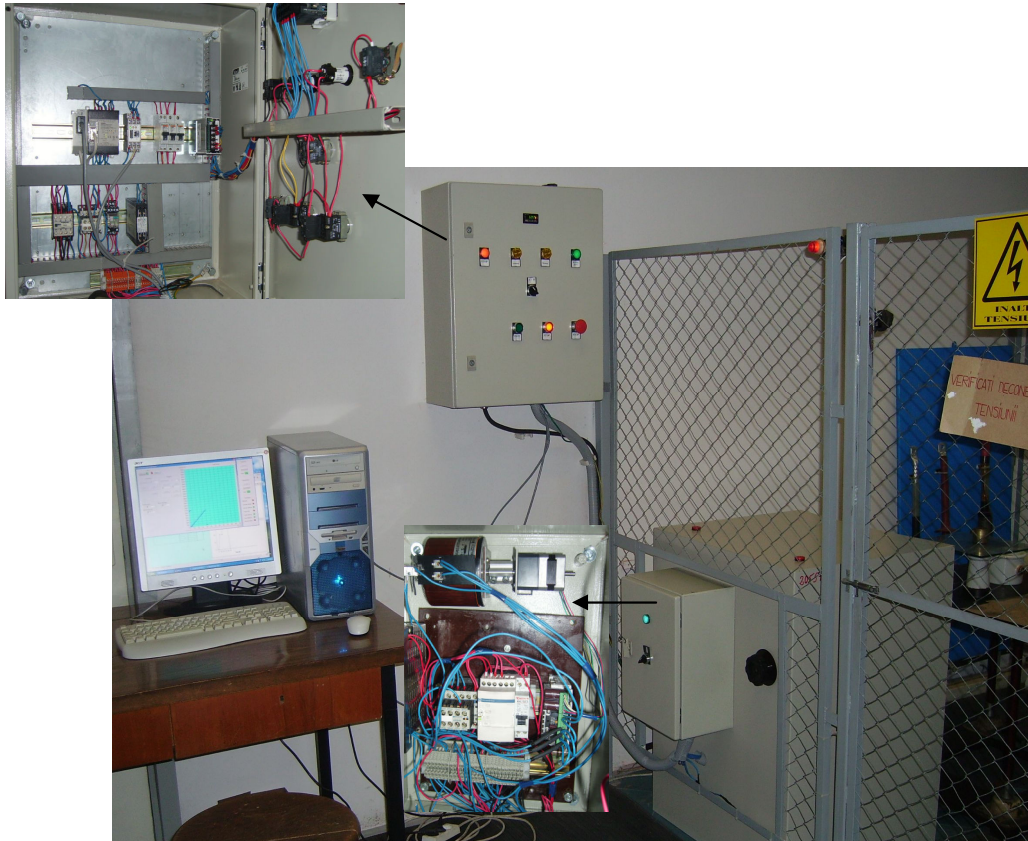

Fig. 2. Instalatie automata de determinare a rigiditatii dielectrice si de solicitare a izolatoarelor in campuri electrice intense
Montajul contine un transformator ridicaritor de tensiune TIT care asigura o valoare maxima $U_{s,max} = U_{sn} = 60 \text{ kV}$ la bornele secundarului, pentru tensiunea nominala la bornele primarului $U_{pn} = 220 \text{ V}$ (la o frecventa de 50 Hz). Cu ajutorul unui voltmetru (V) se masoara valorile tensiunii la bornele infasurarii primare U_{pi} si apoi, cunoscand raportul de transformare $k = U_{sn}/U_{pn} = 60000/220$ se determina tensiunea de strapungere a esantionului, $U_{str,i} = kU_{pi}$. Reglajul tensiunii aplicate intre electrozi se face cu un autotransformator (AT) conectat la o sursa de tensiune sinusoidala $U = 220 \text{ V}$. Autotransformatorul poate fi actionat manual sau automat prin intermediul instalatiei de automatizare (fig. 2).